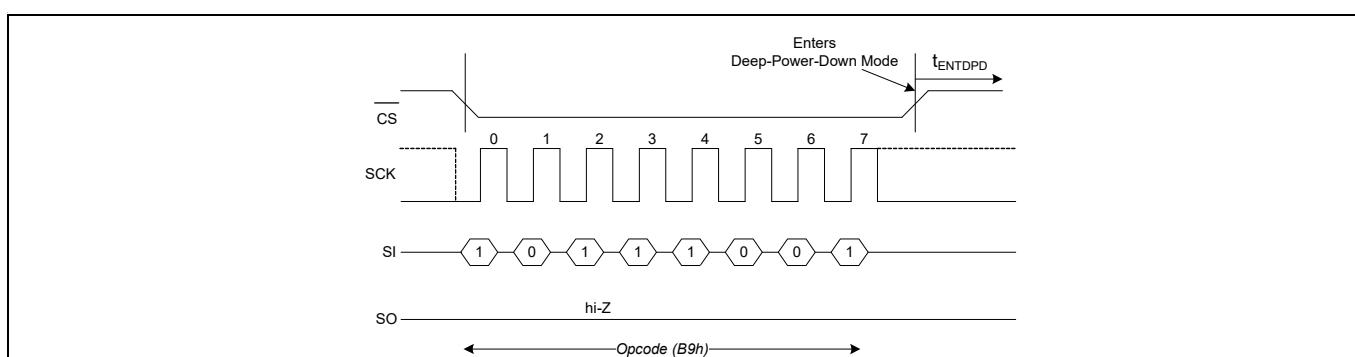
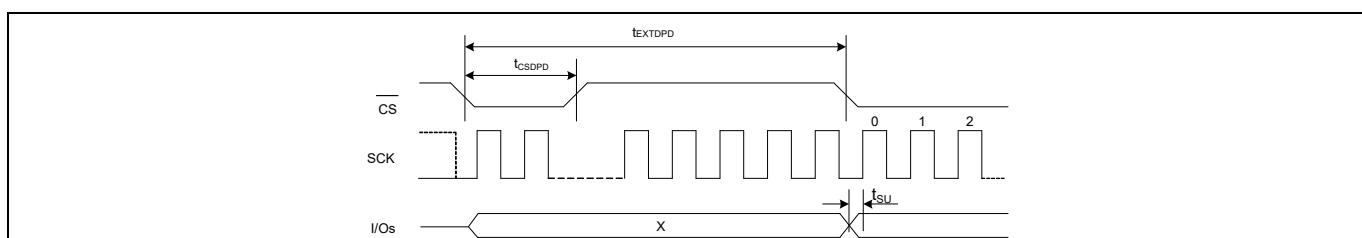

図 99 DPD 開始 – SPI モード
図 102 DPD 終了 – SPI モード
t_{CSDPD} の \overline{CS} パルス幅またはハードウェアリセットは t_{EXTDPD} 時間後に DPD モードを終了します。 \overline{CS} パルス幅は、ダミーコマンドサイクルを送信するか、または SCK と I/O がドントケアになっている間に CS のみをトグルすることによって生成できます。ディープパワーダウンモードからの復帰中は、I/O は Hi-Z 状態のままであります。DPD の開始と終了タイミングについては、それぞれ図 99 と図 102 を参照してください。
- 図 99 に示されているタイミング詳細は、DPI および QPI モードでそのまま適用できます。